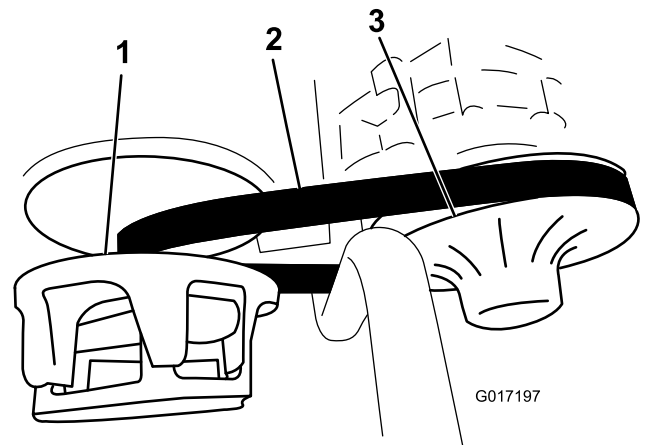

Figura 58
3. Rode e verifique se a correia apresenta sinais de desgaste ou se está danificada (Figura 58).
3. Rode e coloque a correia sobre a embraiagem secundária (Figura 58).
4. Retire a correia da embraiagem primária (Figura 58).
5. Alinhe a nova correia sobre a embraiagem primária (Figura 58).
6. Rode e coloque a correia sobre a embraiagem secundária (Figura 58).